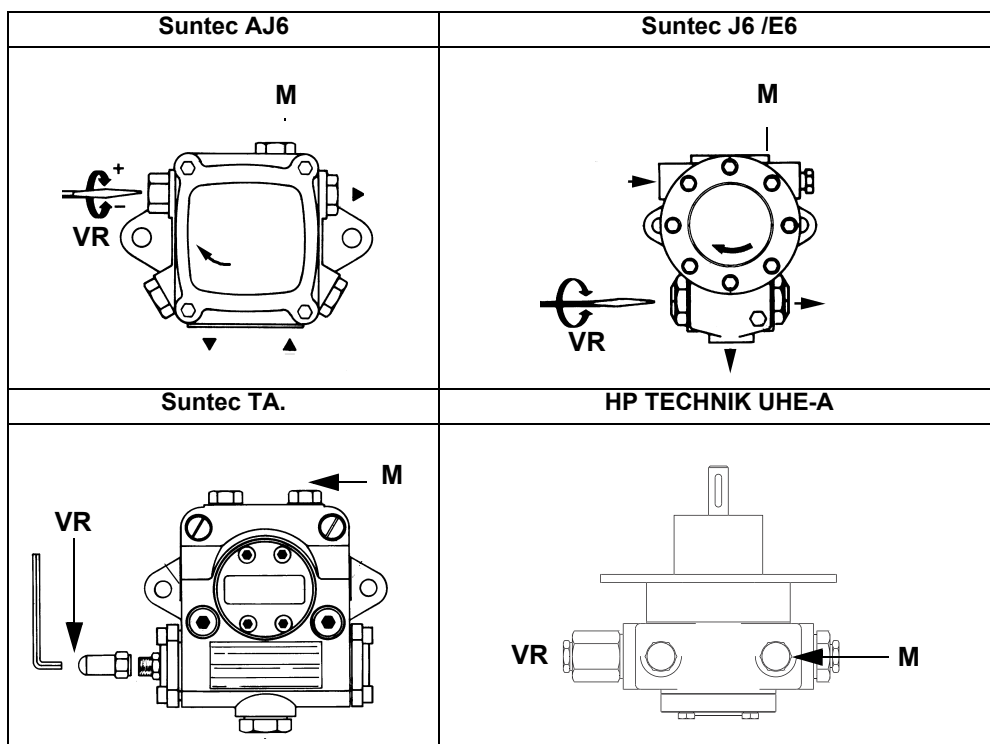
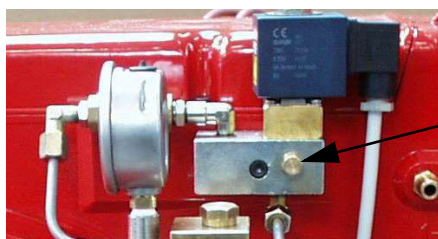

Рис. 11
Рис. 12 - Распределительный блок дизтоплива (PG60)
- 2 выпустить воздух со штуцера (M) манометра насоса (Рис. 11), расслабив слегка заглушку, но не снимая ее; затем отпустить контактор;
- 4 Fig. 12Fig. 13 Давление питания форсунки уже отрегулировано заранее на заводе-изготовителе и не должно изменяться. Только в случае необходимости, отрегулировать давление питания (см. соответствующий параграф) следующим образом: установить манометр в положение, указанное на Рис. 12, воздействовать на регулировочный винт VR насоса (см. Рис. 11) до получения на форсунке давления в 20 бар (форсунки Vergonzo - см. график на Рис. 10);